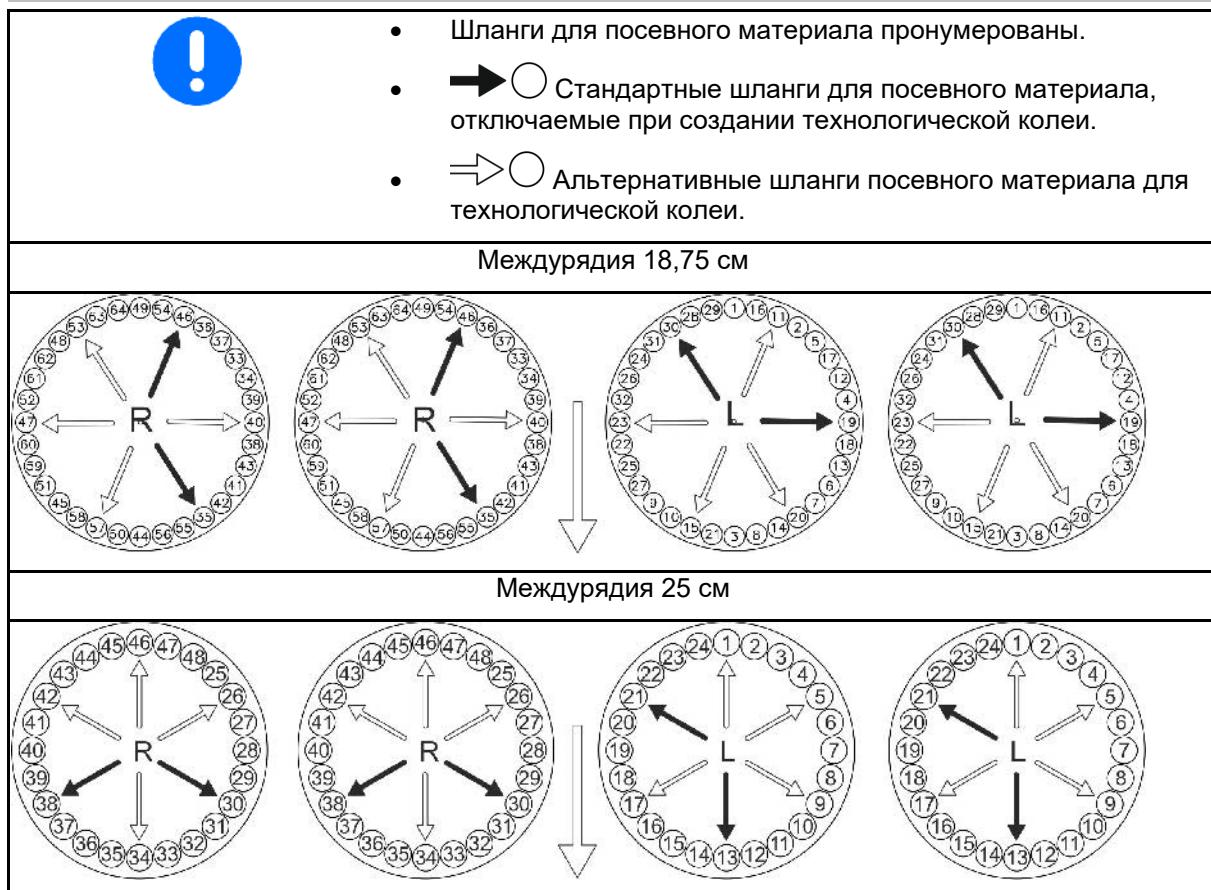

Рис. 122
В случае ненадобности заслонки (Рис. 122/2) деактивируйте. Деактивированные заслонки не закрывают подводящие линии к сошникам техколеи.
5. Открутите болты (Рис. 122/1) lösen.
6. Удалите туннель заслонки (Рис. 122/2) entfernen.
7. Заслонка (Рис. 122/3) установлена, как изображено, в направляющей.
8. Поверните заслонку (Рис. 122/3) и вставьте в отверстие (Рис. 122/4).
9. Прикрутите шахту для заслонок (Рис. 122/2) на монтажной пластине.